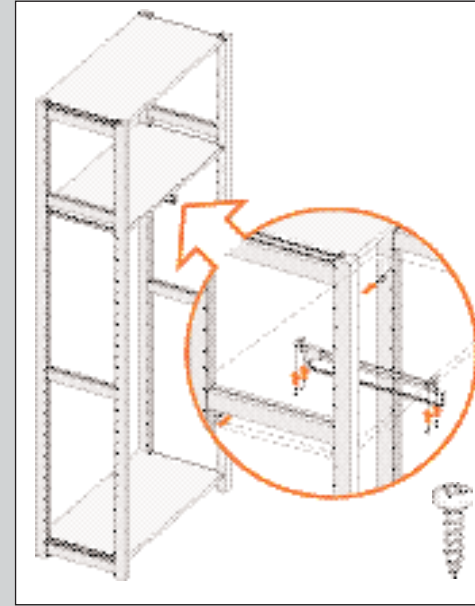

ABBILDUNG 94
1. Fixieren Sie die Kleiderstange an der gewünschten Position an der unteren Seite des Fachbodens (siehe Abb. 94).